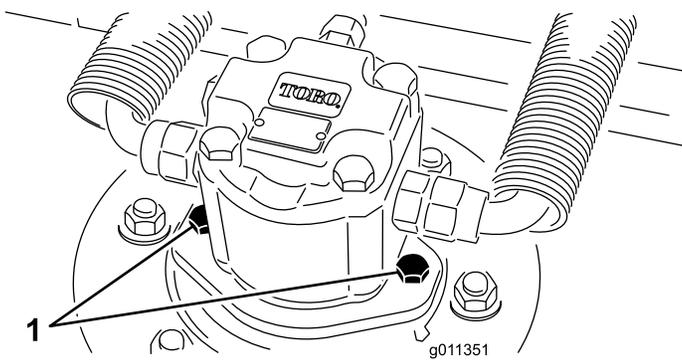

Рисунок 55
2. Отсоедините и демонтируйте гидромотор с деки (Рисунок 55). Накройте верхнюю часть шпинделя для предотвращения загрязнения.
4. Установите гидроцилиндр на деку (Рисунок 55). Убедитесь, что уплотнительное кольцо находится в штатном положении и не повреждено.